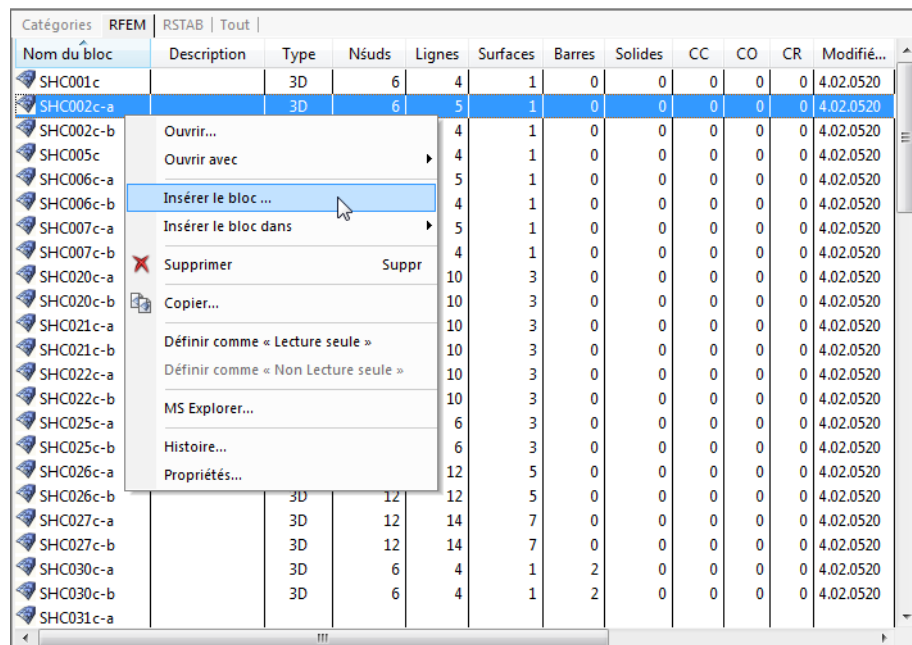

Figure 12.39: Menu contextuel du bloc
- utilisez le menu contextuel du bloc (voir la Figure 12.39).